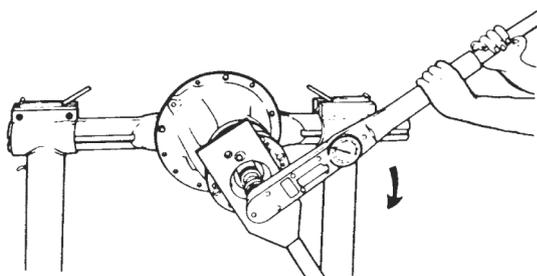

Figura 74
- 5. Imobilize o garfo da junta universal com uma ferramenta adequada e aperte a porca do pinhão com o valor especificado. Ver QUADRO DE TORQUES. (figura 74).